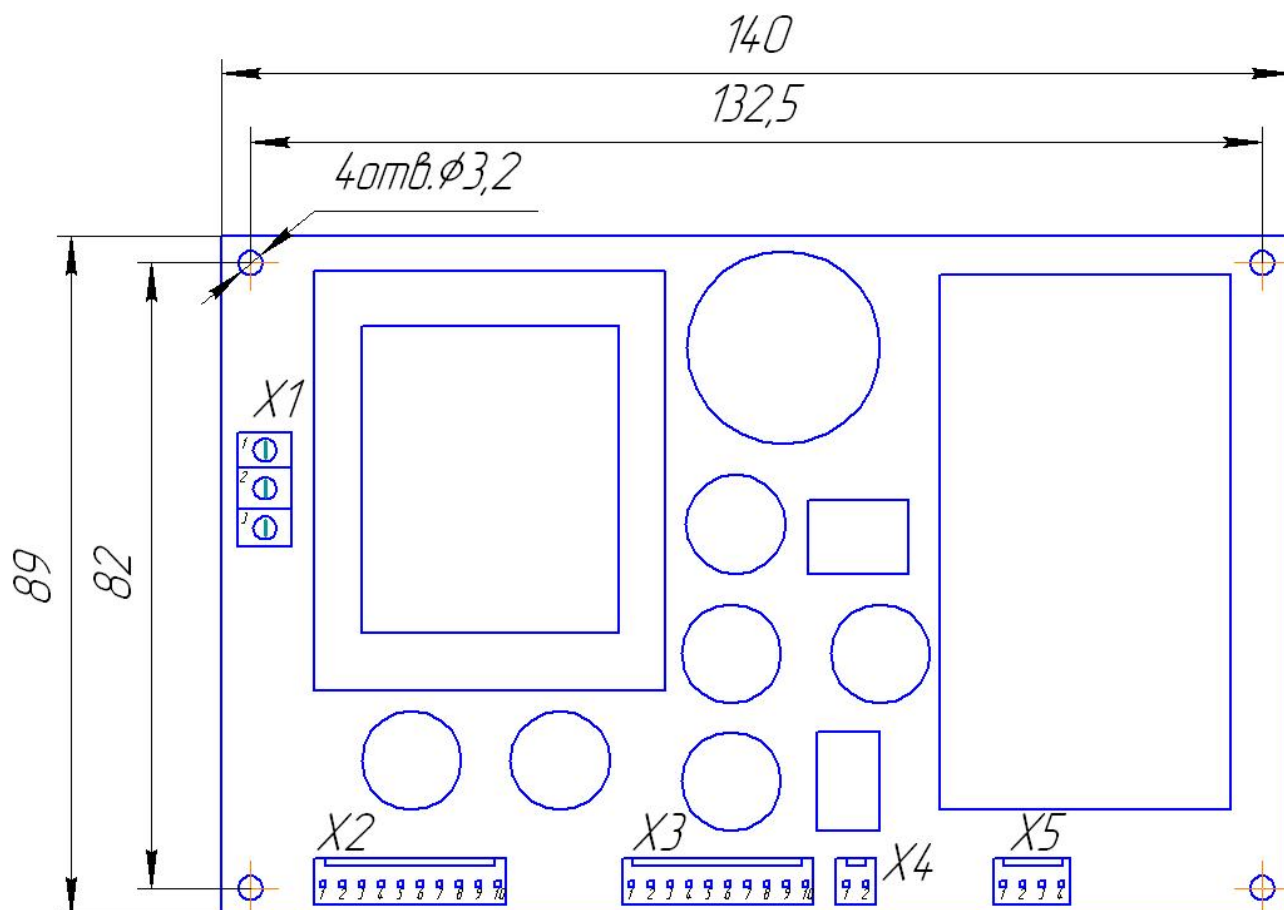

Рис. 2 Габаритные и монтажные размеры источника MCPS-05121224-2k
Габаритные и монтажные размеры источника даны на чертеже рис. 2.
В таблице 2 приводится описание и функциональное назначение контактов источника (в соответствии с рис. 2).
2. Подать питание 220В 50Гц на разъем X1 (см. рис.2)